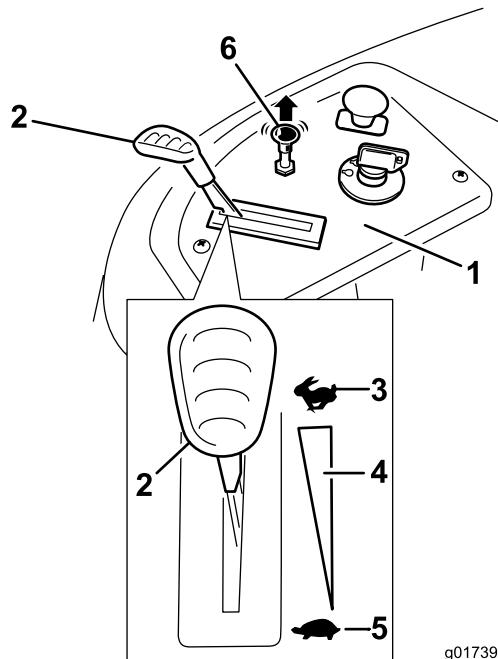

Figura 12
3. Si el motor está frío, tire hacia arriba del control del estárter (Figura 12).